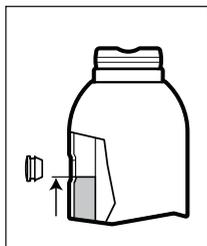
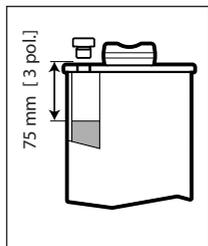

Fig. 5 - Nível de Óleo, todos os modelos exceto GBJ-100
Fig. 6 - Nível de Óleo, somente modelo GBJ-100
3. Todos os modelos exceto GBJ100: Abasteça até que o nível de óleo alcance a extremidade inferior do orifício de abastecimento de óleo. Ver Fig. 5.
4. Somente modelo GBJ100: Abasteça até que o nível de óleo esteja em torno de 3 pol. [75 mm] abaixo do orifício de abastecimento de óleo. Ver Fig. 6.
**NÃO ENCHA DEMAIS!** Com a haste totalmente recolhida e o macaco na posição vertical, o nível de óleo não deve estar mais alto que o mostrado na Fig. 5 ou Fig. 6 (conforme aplicável para o seu modelo de macaco).